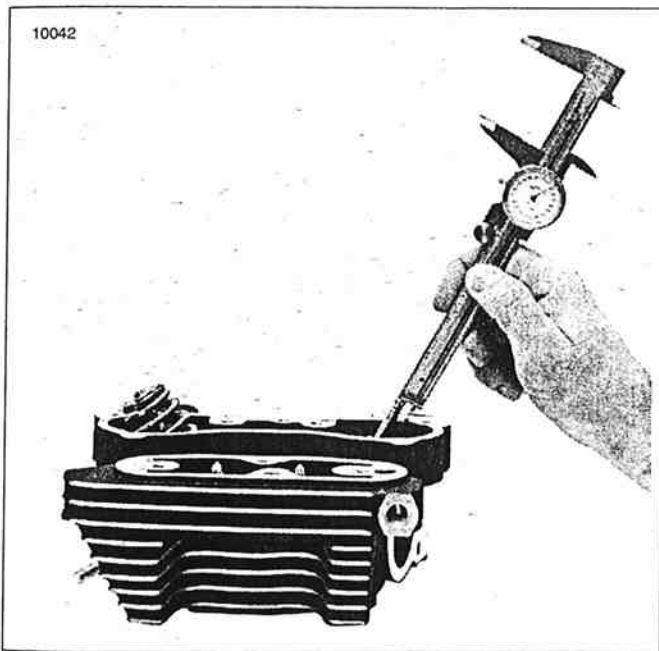

Figura 3-31. Medición de la saliente del vástago de la válvula
2. Vea la Figura 3-31. Revise los asientos de las válvulas para detectar si hay recesión midiendo el saliente del vástago de la válvula.